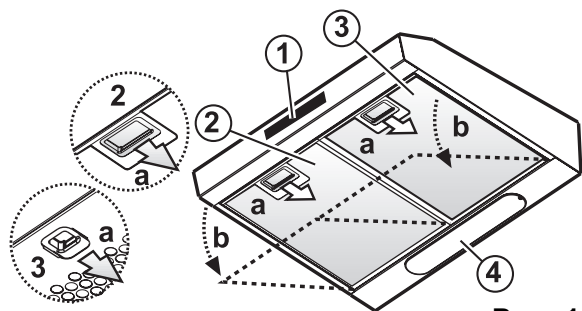

Рис. 1
2. Откройте вентиляционную решетку или снимите самонесущий жировой фильтр (в зависимости от модели). Рис. 1 (a-b)
2. Откройте вентиляционную решетку или снимите самонесущий жировой фильтр (в последнем случае можно сразу мыть фильтр). Рис. 1 (a-b)